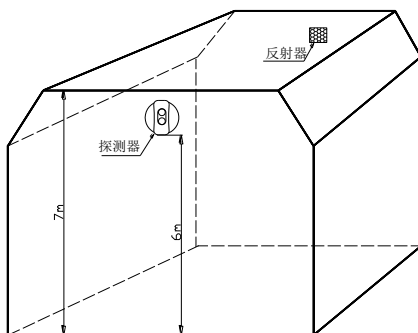

图 4 探测器和反射器安装示意图
b) 建筑物举架在 5m~8m 之间，应将探测器和反射器安装在距天花板距离 0.5m~1m 处的相对两墙墙壁上，如图 4 所示。